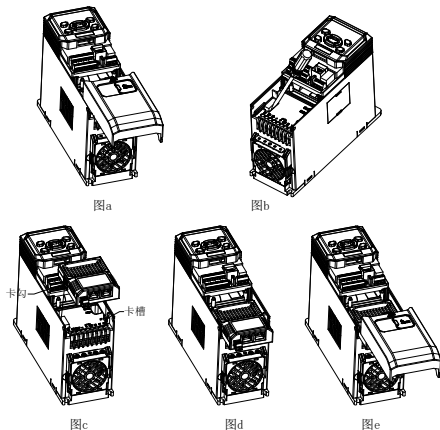

图 5 EIP 通讯选件安装步骤图
(1) 变频器非上电状态下，按下盖板中上部颗粒状处，用力向下滑动，取下变频器下盖板，如图 5-a 所示。
(2) 使用一字螺丝刀撬掉防尘盖，如图 5-b 所示。
(3) 安装 EIP 选件：将内装有总线卡的扩展盒朝上（指示灯朝上），对准安装位置 2 总线电气接口，水平往下按压，使得扩展盒弹压式卡口和变频器下端卡勾咬合，如图 5-c 与图 5-d 所示。
(4) 完成总线选件组装，如图 5-e 所示。